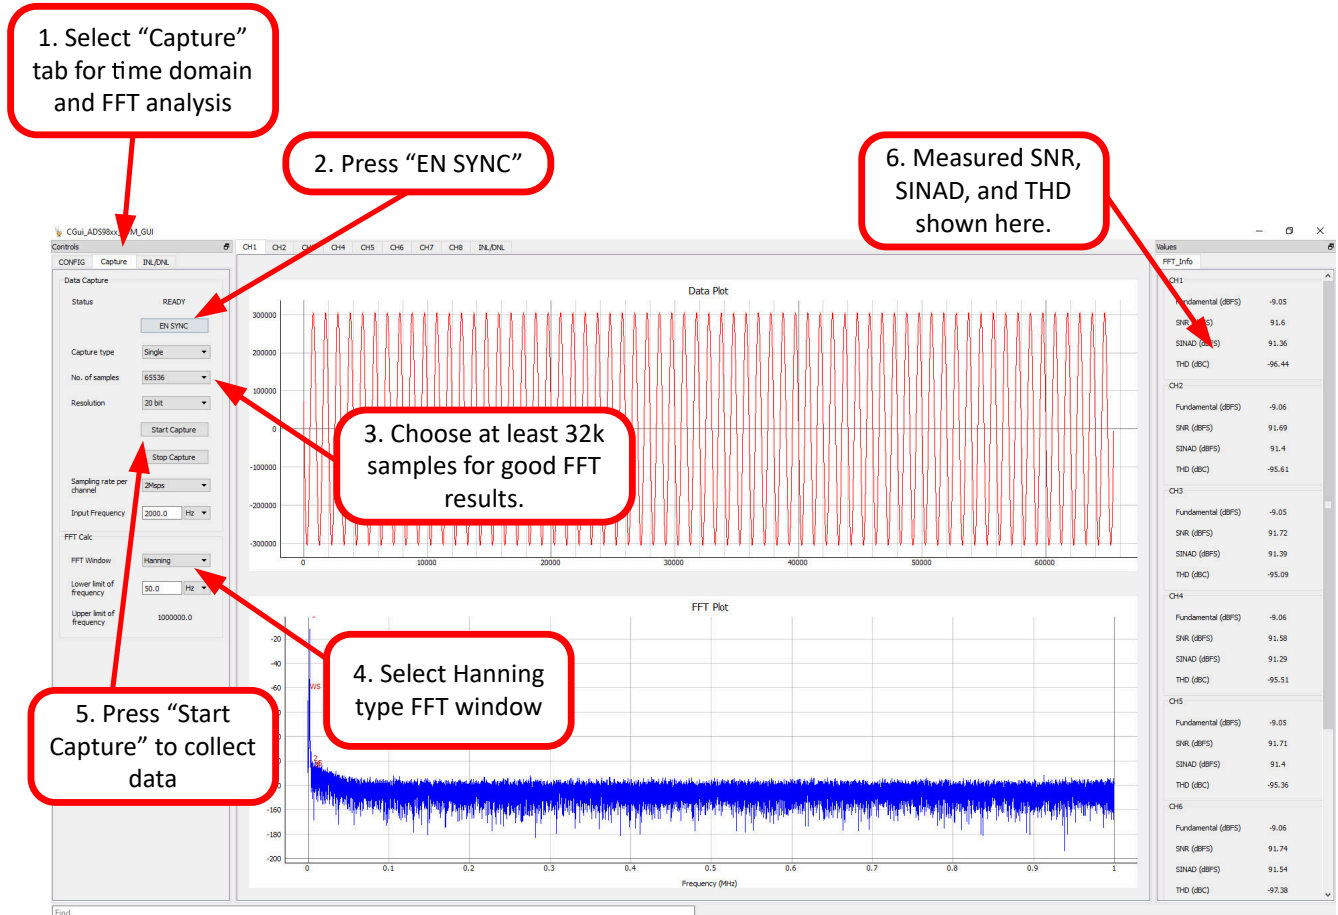

图 6-6. 采集选项卡上所需的初始设置
8. 按 *Start Capture* 按钮以收集并分析相应 CHX 选项卡上显示的数据；请参阅图 6-6。
图 6-6 显示了一个示例数据采集显示。在此步骤中，会对 **Capture** 设置进行必要更新，以采集时域数据并获得良好的频域结果。首先，点击“EN SYNC”按钮来生成同步 (SYNC) 信号。在上电期间仅需要一次 SYNC 信号。SYNC 信号复位内部模拟通道选择逻辑并且将 FCLKOUT 信号与数据帧对齐。接着，将样本数更新到至少 32k，以获得良好的频域结果（例如，准确的 FFT 显示、SNR 数据和 THD 数据）。最后，选择“Hanning”类型窗口以消除 FFT 结果中的频谱泄漏。